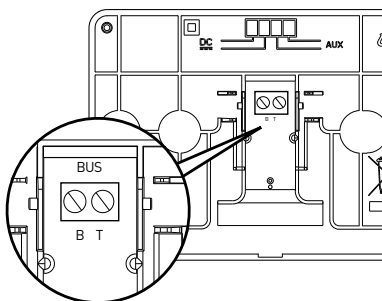

fig. 1
- conectar el par de conductores al conector (fig.1),